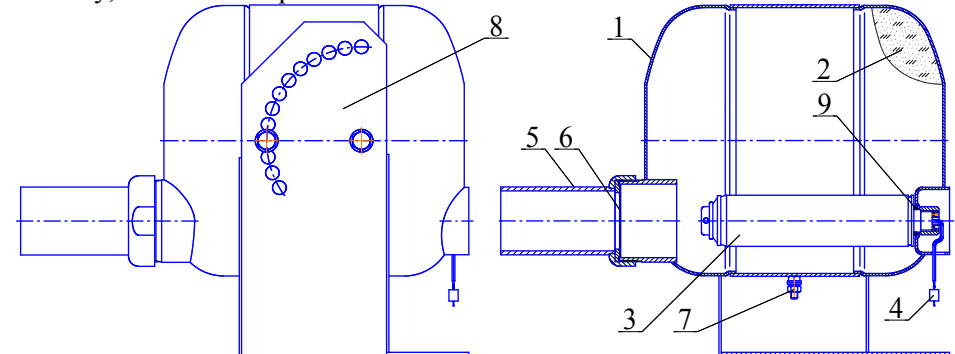

Рисунок 1
4.1.1 МПП (см. рисунок 1) состоит из корпуса **1**, в котором размещаются огнетушащий порошок (ОП) **2** и источник холодного газа (ИХГ) **3** с элементом электропусковым **4**. В передней части корпуса находится насадок-распылитель **5**, входное отверстие которого перекрыто мембраной **6**. Модуль имеет заземляющий зажим **7**. МПП снабжён кронштейном **8**, обеспечивающим поворот модуля на необходимый угол при креплении его к потолку, стене или горизонтальной плоскости.
- резиновое кольцо 020-026-36 ГОСТ 9833-73 (поз. 9 рисунок 1) – 1 шт.;
- огнетушащий порошок ИСТО-1 ТУ 2149-001-54572789-00 (поз. 2 рисунок 1) – 9,5 кг;
- мембрана черт. СИАВ 634233.007.005 (поз. 6 рисунок 1) – 1 шт.
- ИХГ-10(М)-01 СИАВ 066614.025.000 ТУ для МПП нормального исполнения или ИХГ-10(М)-02 СИАВ 066614.025.000 ТУ для МПП специального исполнения (поз.3 рисунок 1) – 1 шт.;
6.2 Закрепить кронштейн 8 (см. рисунок 1) на потолке, стене или иной несущей плоскости, расположенной под любым углом относительно поверхности пола. Координаты отверстий в кронштейне, предназначенном для крепления МПП, приведенные на рисунке 2.